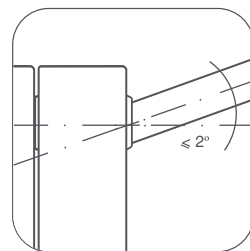

рис. 5
**!** Во избежание аварии допустимо отклонение оси коллектора радиатора от подводящих труб не более  $2^\circ$  (рис. 5).